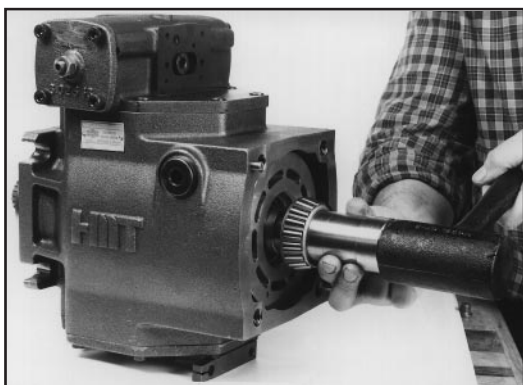

Fig. 13
- 5.4.7 - Per il montaggio procedere in modo analogo dall'istruzione 5.4.6 a 5.4.1 (fig.13,14), ad eccezione di alcune cautele, descritte in seguito.
- 5.4.7 - For assembly proceed following instructions from 5.4.6 to 5.4.1 (fig.13,14) and follow also instructions described next.